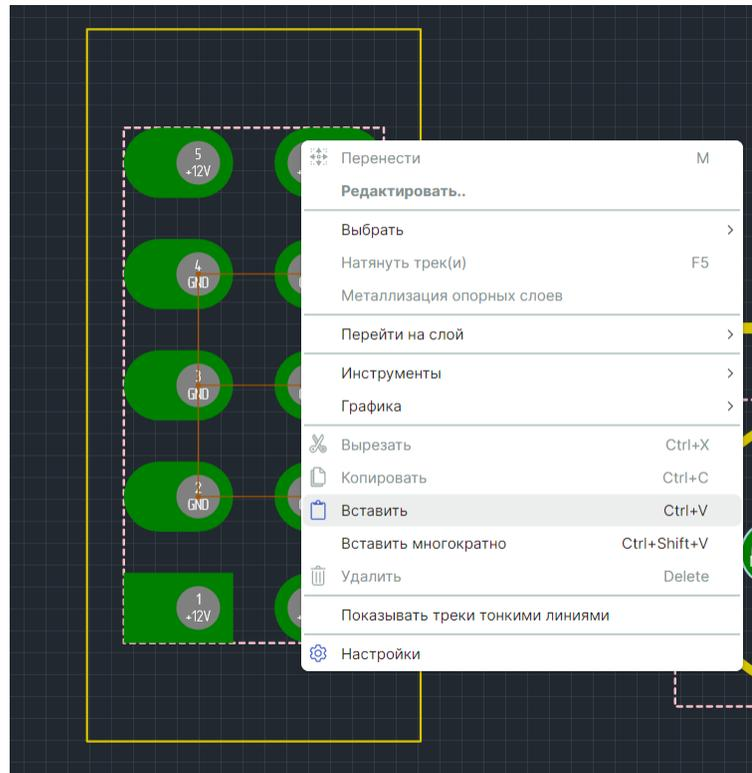

Рис. 418 Вставка скопированного трека
3. Перейдите к нужному месту платы, в том числе на другой проводящий слой и воспользуйтесь пунктом «Вставить» контекстного меню или используйте горячие клавиши «Ctrl+V», см. Рис. 418.